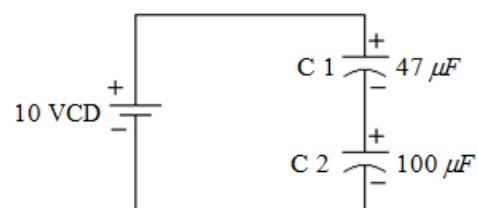

Figura 3.9. Capacitores en serie
g) Arma el circuito de la figura 3.9, cuidando la polaridad de los capacitores.